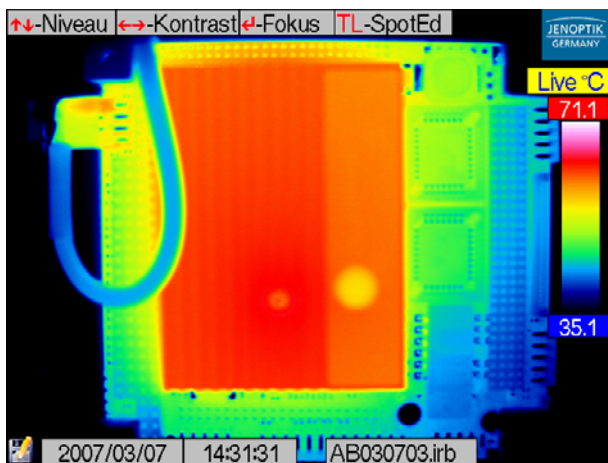

Abb. 50 Datenspeicherung
direkt aus **Live** (oder **Fokus**) ist mit **langer** Betätigung der **S-Taste (SL)** möglich (Schnellspeicherung). Der Speichervorgang wird in der linken unteren Bildecke (Stift auf SD-Kartensymbol) angezeigt. Gleichzeitig wird im Infobereich der Name der gespeicherten Datei angezeigt (siehe Abb. 50).